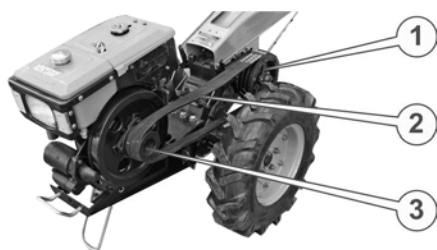

Рисунок 20. – Встановленні ремені
2. Виставити редуктор в зборі з кермом (див. рис. 20.) на рівній твердій поверхні в горизонтальному положенні, у разі необхідності – використовувати підпори.
19. Надягти шайбу на довгий натяжний болт M12 (3) (див. рис. 20.) та вставити його в отвір в рамі (4), наживити контргайку (2), закрутити натяжний болт в отвір для гвинта в передній балці (1).